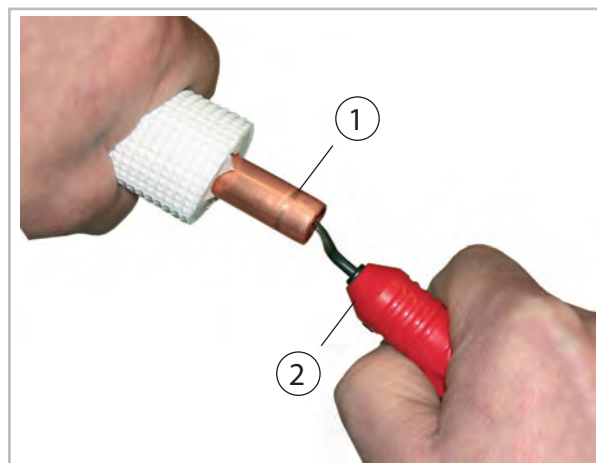
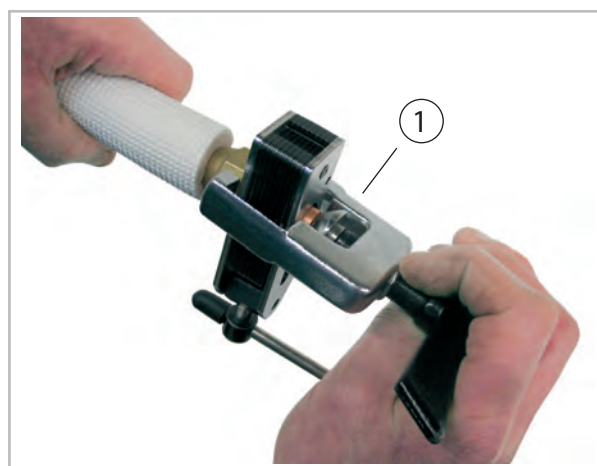

Abb. 31: Entgraten der Kältemittelleitung
Abb. 32: Bördeln der Kältemittelleitung
8. ➤ Bearbeiten Sie die verlegten Kältemittelleitungen wie im Folgenden dargestellt (Abb. 31 und Abb. 32).